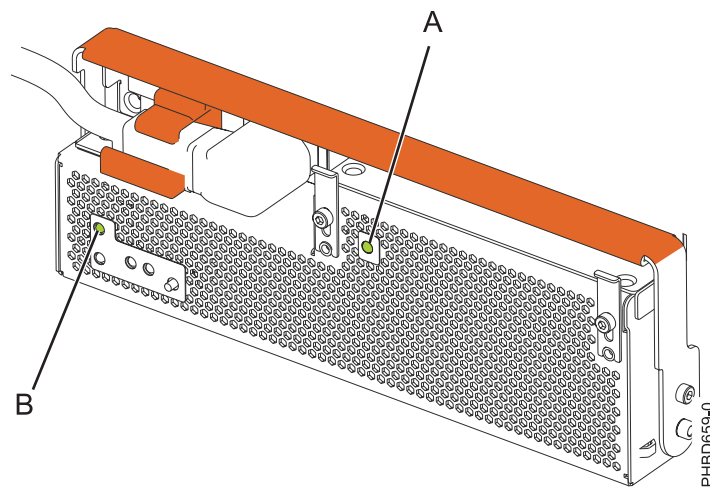

Figura 26. LED de alimentación CA y alimentación OCA de unidad de expansión
9. Observe el estado de la alimentación CA de color verde en (A) y de los diodos emisores de luz (LED) de alimentación de conjunto de convertidor fuera de línea (OCA) (B) que se muestran en la Figura 26 en la página 26 y realice una de las acciones siguientes, según corresponda:
- Si los LED indican que la fuente de alimentación está funcionando normalmente, es decir, que el LED de alimentación ca (A) está fijo y el LED de alimentación OCA (B) está fijo o intermitente, continúe en el paso siguiente.